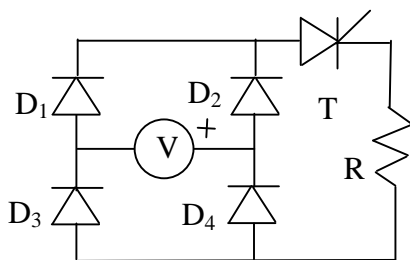

Figure 3
- 1) Expliquer le fonctionnement du montage redresseur de la figure 3 (5 lignes max) et préciser la plage de réglage de la tension de charge. Montrer l'allure de la forme d'onde de la tension aux bornes de la charge en supposant que le thyristor fonctionne avec un angle de retard non nul (par exemple 90 degrés).
- 2) Montrer la structure d'un autre redresseur, bien connu, qui permet d'obtenir la même forme de tension aux bornes d'une charge résistive avec une source monophasé. Discuter alors des avantages de la structure de la figure 3 et de ses inconvénients par rapport au montage que vous avez proposé (5 lignes max)